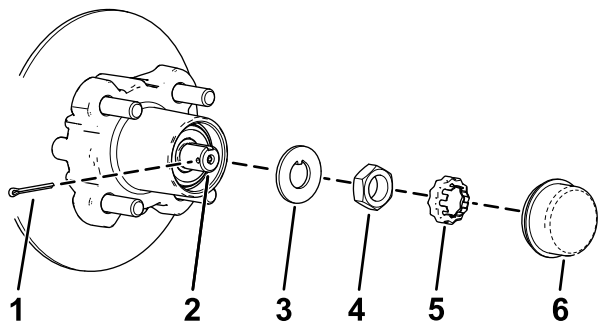
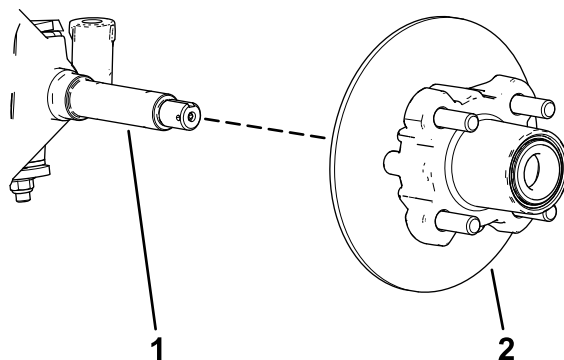

Figura 37
Figura 38
4. Retire el tapón guardapolvo del cubo (Figura 37).
5. Retire la claveta y el retén del eje/tuerca del eje (Figura 37).
6. Retire la tuerca del eje, y separe el conjunto de cubo y rotor del eje (Figura 37 y Figura 38).